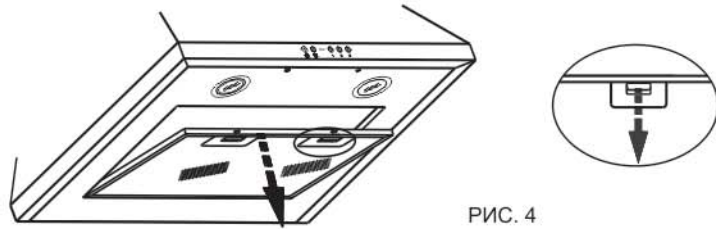

РИС. 4
- перед установкой зонта снимите алюминиевый фильтр, для этого нажмите на пружинный замок на фильтре и потяните его вниз и на себя (рис. 4);